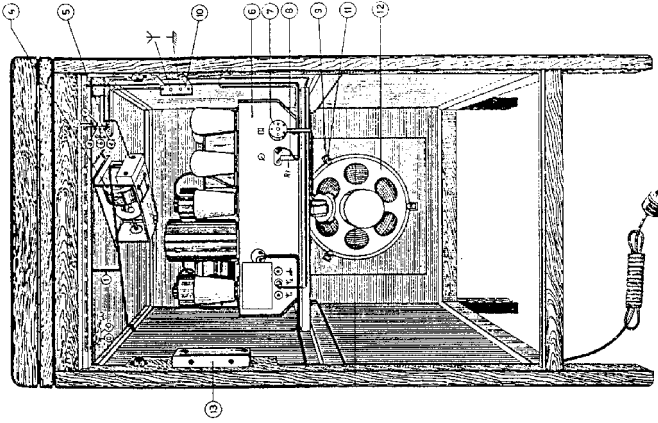

Fig. 9.
De luidspreker die met 3 bouten, kikkers en plaatjes, (fig. 9 pos. 9 en 11) op het klankbord wordt vastgehouden kan verwijderd worden nadat men de